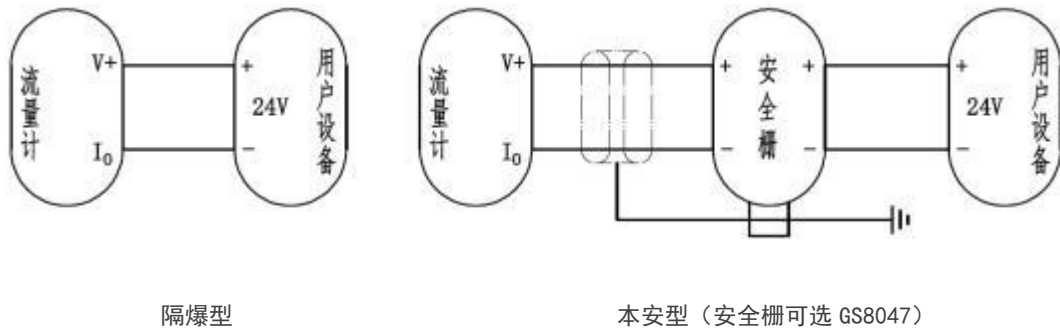

图 12-4 两线制 4 ~ 20mA 输出接线图
7.4.4 两线制 4mA ~ 20 mA 输出（见图 12-4）